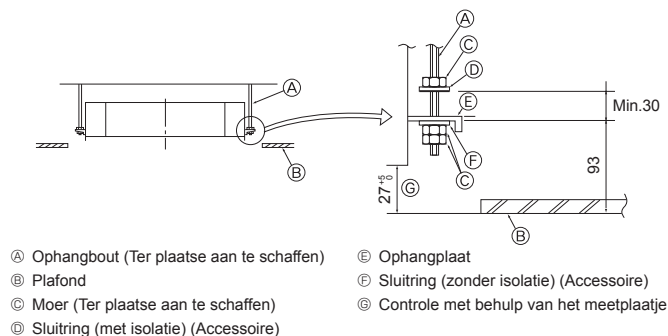

Fig. 2-5
2.5. Werkwijze om het apparaat op te hangen (Fig. 2-5)